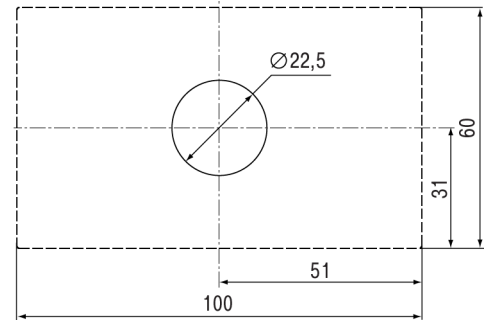

Рисунок 2 – Установчі розміри пристрою
1. Підготувати у щиті круглий отвір діаметром 22,5 мм (див. *рисунок 2*).